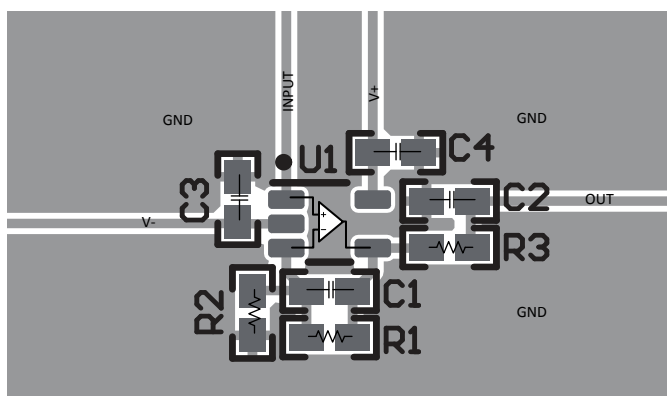

図 7-5. 非反転構成のオペアンプ基板のレイアウト - SC70 (DCK) パッケージ
- 外付け部品は、可能な限りデバイスに近く配置します。図 7-5 に示すように、寄生容量を最小限に抑えるため、RF と RG は反転入力に近くに配置します。